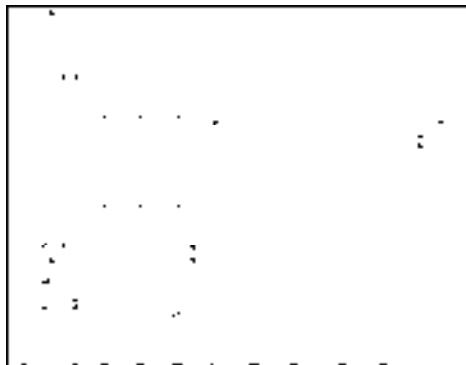

图 14-137 修剪直线
12) 调用“直线”命令，绘制直线；调用“偏移”命令，偏移直线；调用“修剪”命令，修剪直线，结果如图 14-137 所示。